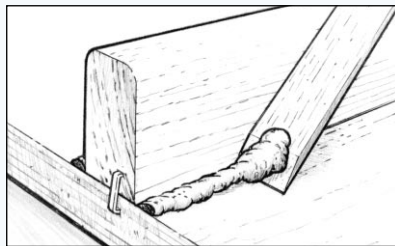

Figura 12 Rimuovere o modellare la resina epossidica in eccesso che è fuoriuscita dalla giuntura.
4. Non appena la giuntura è stata fissata con i morsetti, rimuovere o modellare l'adesivo in eccesso che è fuoriuscito dalla giuntura. Per rimuovere il prodotto in eccesso si consiglia di utilizzare un'asta di miscelazione 804 WEST SYSTEM alla cui estremità è fissata la punta di uno scalpello (*Figura 12*). Prima di togliere i morsetti, lasciare che la miscela catalizzi completamente.